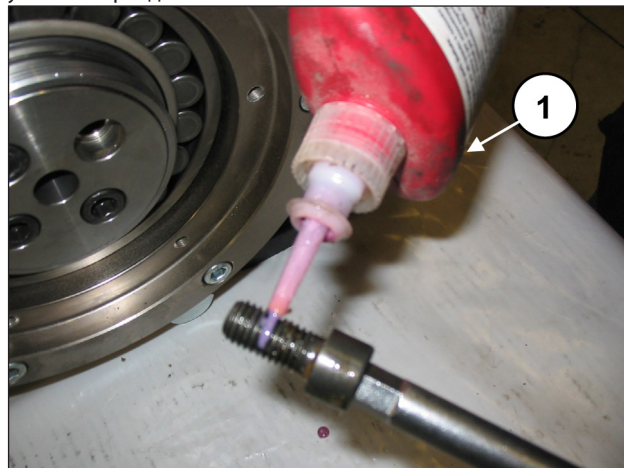

Рис. 88
Нанесите фиксатор LOCTITE 243 на резьбу винтов M12x25 (поз. ①, Рис. 88).